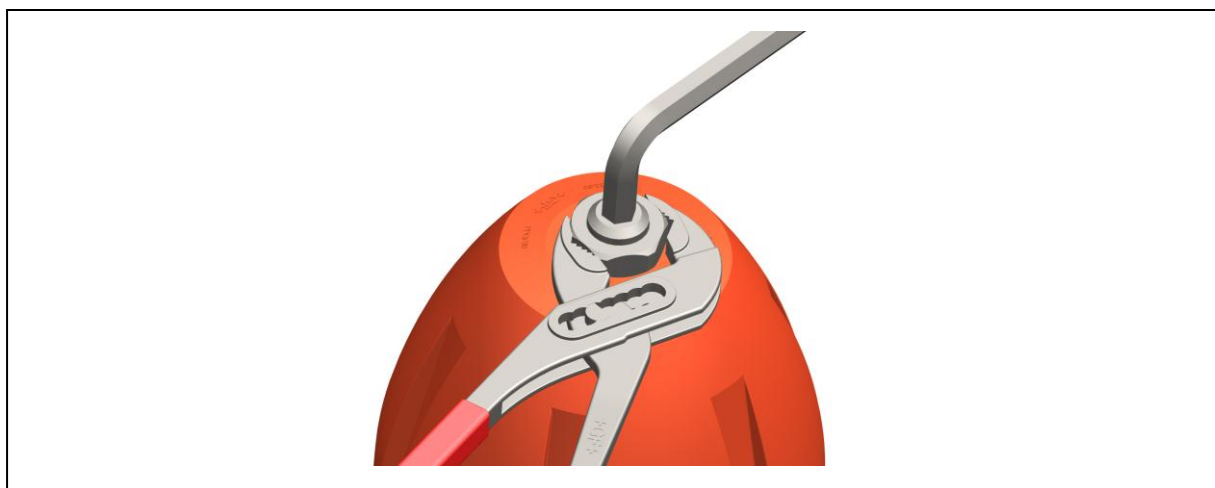

Fig. 6
- Fijar el husillo con una llave Allen y al mismo tiempo apretar las tuercas de bloqueo con la herramienta correspondiente, ver la fig. 6.